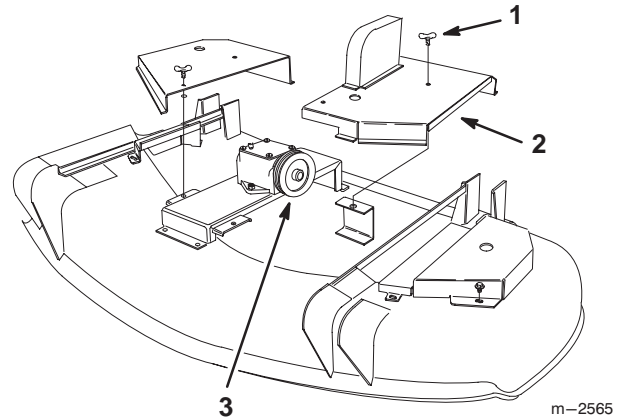

Bild 4
1. Drehen Sie die beiden Flügelbolzen auf der linken mittleren Schneidwerkabdeckung um 1/4 Umdrehung entgegen dem Uhrzeigersinn. Entfernen Sie die linke mittlere Schneidwerkabdeckung, um die Getriebeeingangs-Riemenscheibe freizulegen (Bild 4).
4. Bringen Sie die linke mittlere Schneidwerkabdeckung wieder an und drehen dann die beiden Flügelbolzen um eine viertel Umdrehung im Uhrzeigersinn, um die Abdeckung am Schneidwerk abzusichern (Bild 4, Seite 7).